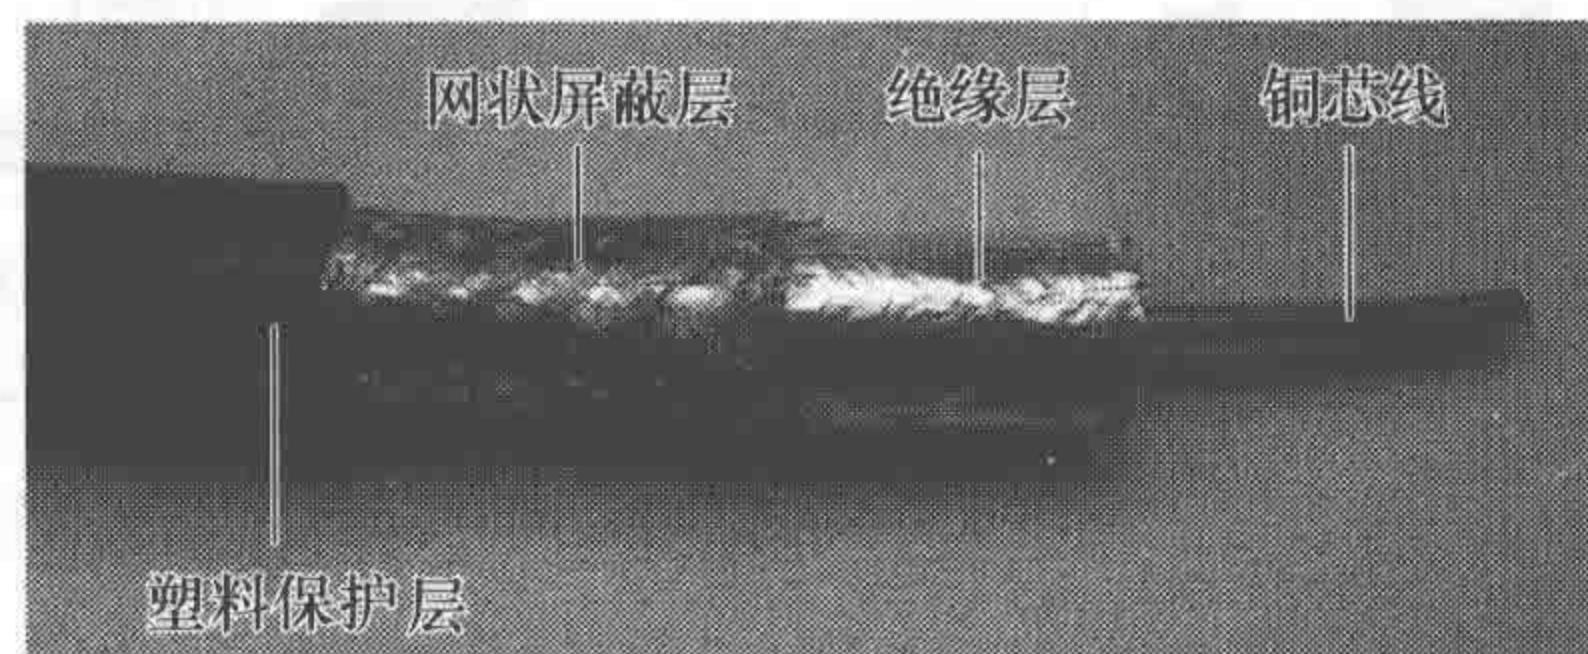

图 1-8 同轴电缆
(2) 同轴电缆 如图 1-8 所示，同轴电缆由内导体铜芯线、绝缘层、网状编织的外导体屏蔽层及塑料保护层构成，铜芯线与网状导体同轴，因此称为同轴电缆。